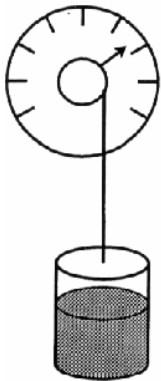

Fig.4
10. Ich befestige den Plastikbeutel am Kraftmesser, den ich auf Null stelle, um das Gewicht des Beutels zu eliminieren; ich fülle Wasser aus dem Reservoir in den Beutel (siehe Fig.4).